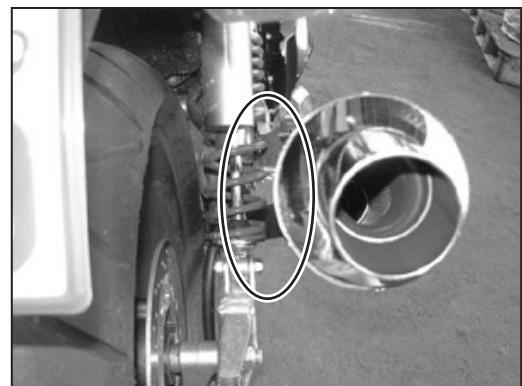

FIG. 7
8. サイレンサーとサスペンションが、干渉していないことを確認して下さい。干渉している場合は締め付けたボルト、ナットを緩め干渉しないように再調整し、規定トルクで締め付けて下さい。(FIG. 7 参照)